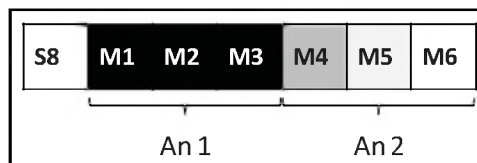

Figure 3. Cheminement de type recherche ou cours en génie mécanique à l'Université de Sherbrooke.
L'inscription au cheminement de type recherche se fait suite à l'obtention du baccalauréat en génie mécanique (ou l'équivalent). Selon la Figure 3, pour des étudiants du Québec, c'est donc après la session S8. En général, dans ce cheminement, la durée souhaitée à la maîtrise (M) est de 4 sessions (maximum 6). Les caractéristiques de ce cheminement, appliqué à la spécialisation en acoustique, sont présentées au Tableau 2. La description des différentes activités pédagogiques présentées sur ce tableau est donnée sur le site Internet de ce diplôme⁴. Il est à noter que le projet de recherche du Tableau 2 est un projet proposé et encadré par un professeur affilié au GAUS. Une liste de projets est présentée sur le site Internet du GAUS¹.